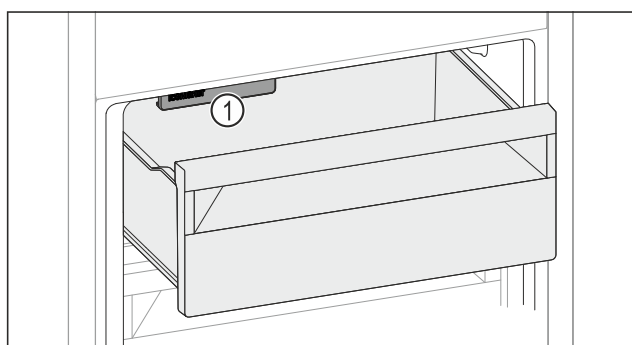

Fig. 56
- ▶ Vær opmærksom på IceMaker Fig. 56 (1).